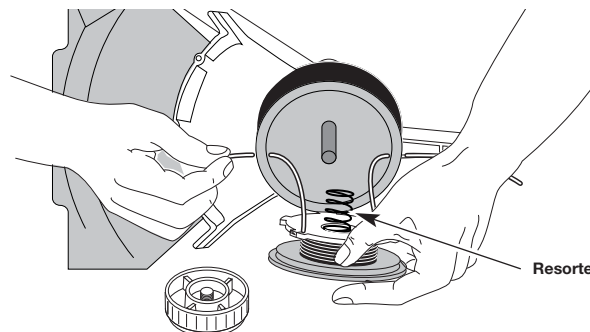

Fig. 34
13. Inserte los extremos de la línea a través de los ojillos de la bobina exterior y coloque el carrete interior con el resorte dentro de la bobina exterior (Fig. 34). Empuje el carrete interior y la bobina exterior entre sí. Mientras sostiene el carrete interior y la bobina exterior, tome los extremos y hale con firmeza para soltar la línea de las ranuras de fijación de la bobina.
5. Inserte los extremos de la línea en los ojillos de la bobina exterior (Fig. 34).